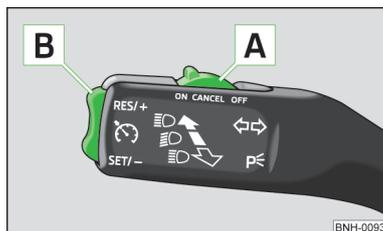

Fig. 102
➤ Poner el conmutador **A** » fig. 102 a la posición **ON**.
➤ Poner el conmutador **A** » fig. 102 a la posición **OFF**.
- Presionar el balancín **B** a la posición **SET/-** » fig. 102 de la página 119.
➤ Presionar el balancín **B** a la posición **RES/+** » fig. 102 de la página 119.
La velocidad memorizada se puede reducir presionando el balancín **B** en la posición **SET/-** » fig. 102 de la página 119.
El sistema regulador de la velocidad también se **desconecta temporalmente**, pulsando el interruptor **A** » fig. 102 de la página 119 en la posición de suspensión elástica **CANCEL** o bien el pedal de freno o de embrague.